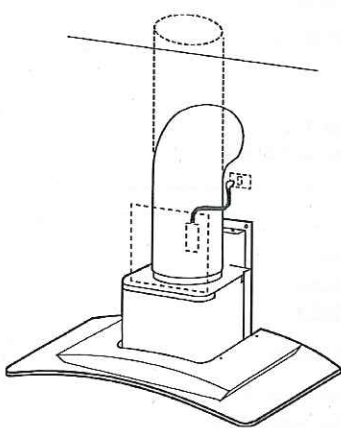

fig.17
3. Fixez un tuyau souple en matière autoextinguible de Ø 150 mm sur la buse et raccordez-le à l'orifice d'évacuation au mur ou au plafond (fig. 17).